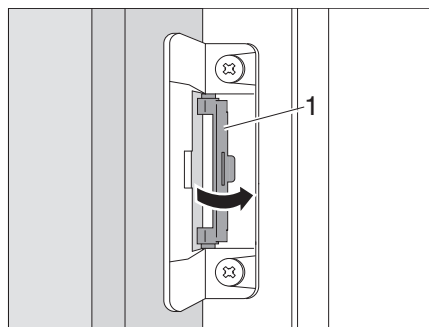

Fig. 120 Remettre le dispositif de blocage dans la position initiale
- Remettre le dispositif de blocage (Figure 120,1) dans la position initiale.